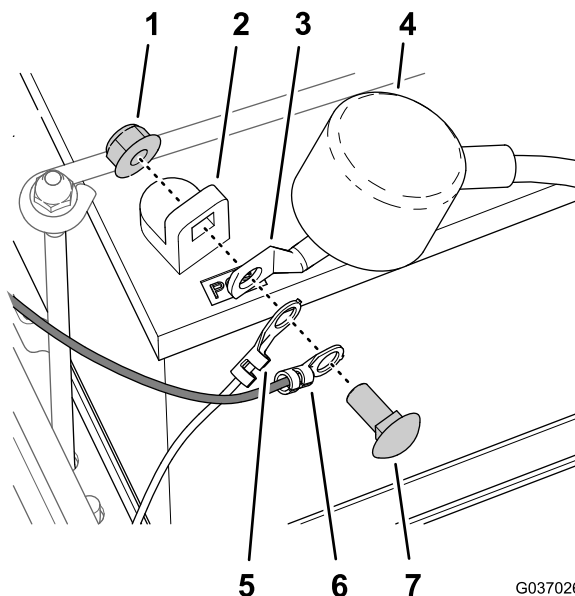

Figura 54
1. Alinhe o terminal de anel da cablagem da máquina, terminal de anel da cablagem do kit, terminal do cabo positivo da bateria ao borne positivo da bateria (Figura 54).
2. Prenda os terminais de anel e o terminal da bateria ao borne da bateria (Figura 54) com o parafuso e porca removidos no passo 4 de 1 Preparação da máquina (página 4).
3. Alinhe a cobertura do isolador sobre o terminal positivo da bateria (Figura 54).